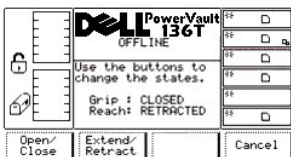

Figure 96. Service > Library > Diags > Fingers > Step > Dialogue Gripper Finger
- 1 Si la touche de fonction **OK** est enfoncée, le dialogue suivant s'affiche. Reportez-vous à la Figure 96.